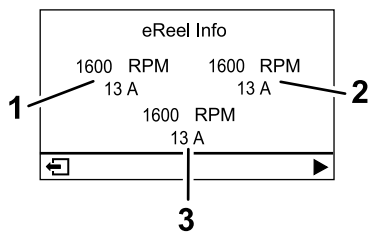

Figura 25
- **Pantalla de motores eReel (Figura 25):** muestra la velocidad y la corriente de cada motor de las unidades de corte.